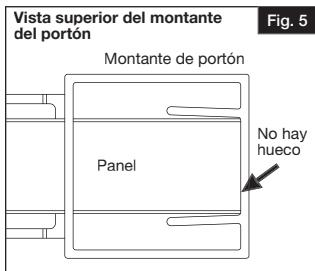

Fig. 5
- Placer le panneau à l'angle souhaité et le pousser à l'arrière du montant (A) jusqu'à ce qu'il n'y ait plus d'espace (Fig. 5).
- b. Traségue el panel en el ángulo deseado y empuje el panel hacia la parte posterior del montante (A) hasta que no quede ningún hueco (Fig. 5).